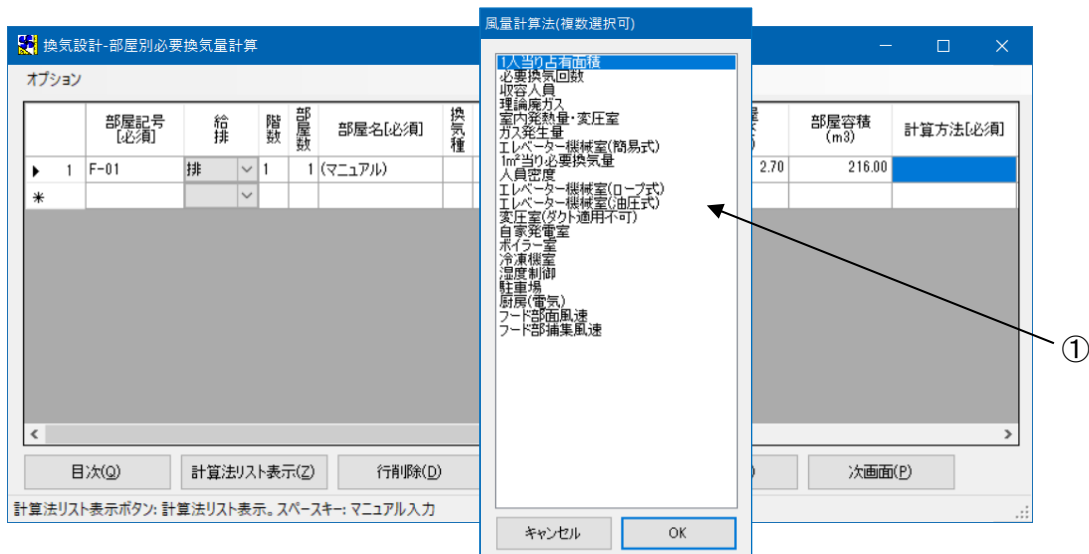

図 10
(8) 部屋名をマニュアル入力した場合
登録してある全ての計算方法(図 10-①)が表示されます。